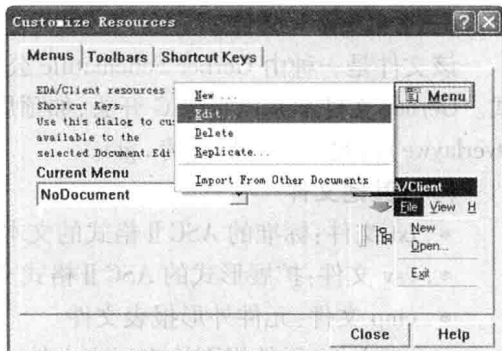

图 1-17 定制资源对话框
(2) 单击后,弹出如图 1-17 所示的 Customize Resources 对话框,选择 Menus 标签,单击 Menu 按钮。